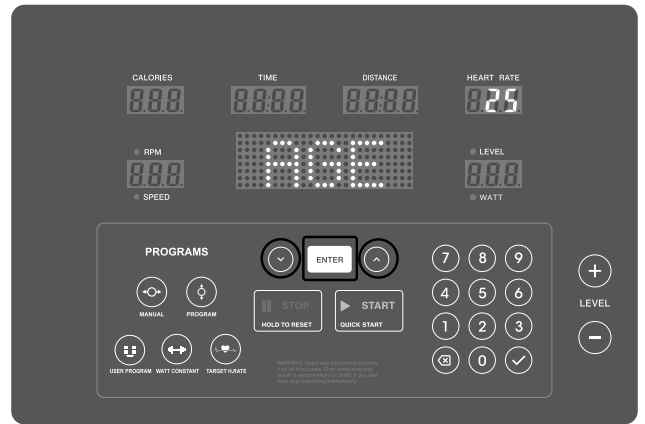

FIGURE 17
3. Stellen Sie Ihr Alter mit den Pfeiltasten ein ($\wedge/\vee$) ein (Abbildung 17).